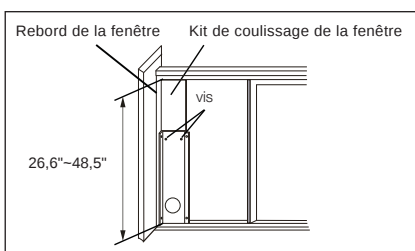

Fig. 19
2. Ouvrez la guillotine de la fenêtre et placez le kit de coulissage de la fenêtre sur le rebord de la fenêtre. Voir Fig. 19. Fixez le kit de coulissage de la fenêtre au rebord. Ajustez la longueur du kit de coulissage selon la hauteur de la fenêtre. Vissez les deux vis du kit de coulissage de la fenêtre. Voir Fig. 19. Coupez le kit de coulissage ajustable si la hauteur de la fenêtre est inférieure à 67,6 cm (Fig. 14).